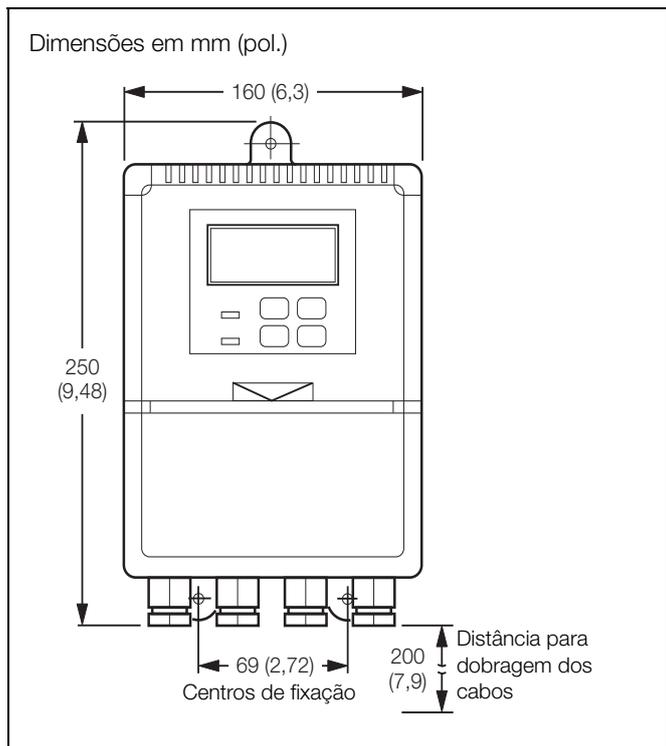

Fig. 3.2 Dimensões gerais
- ① Marque os centros de fixação (consulte a Fig. 3.2).
- ② Perfure os orifícios adequados.
- ③ Fixe o analisador mural usando acessórios adequados.